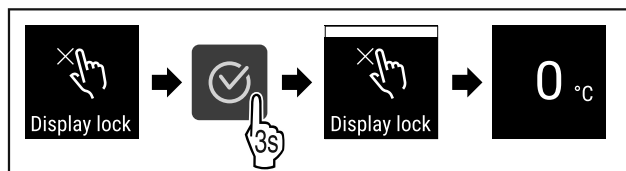

Fig. 96
- ▶ Udfør handlingstrinene (se Fig. 96) .